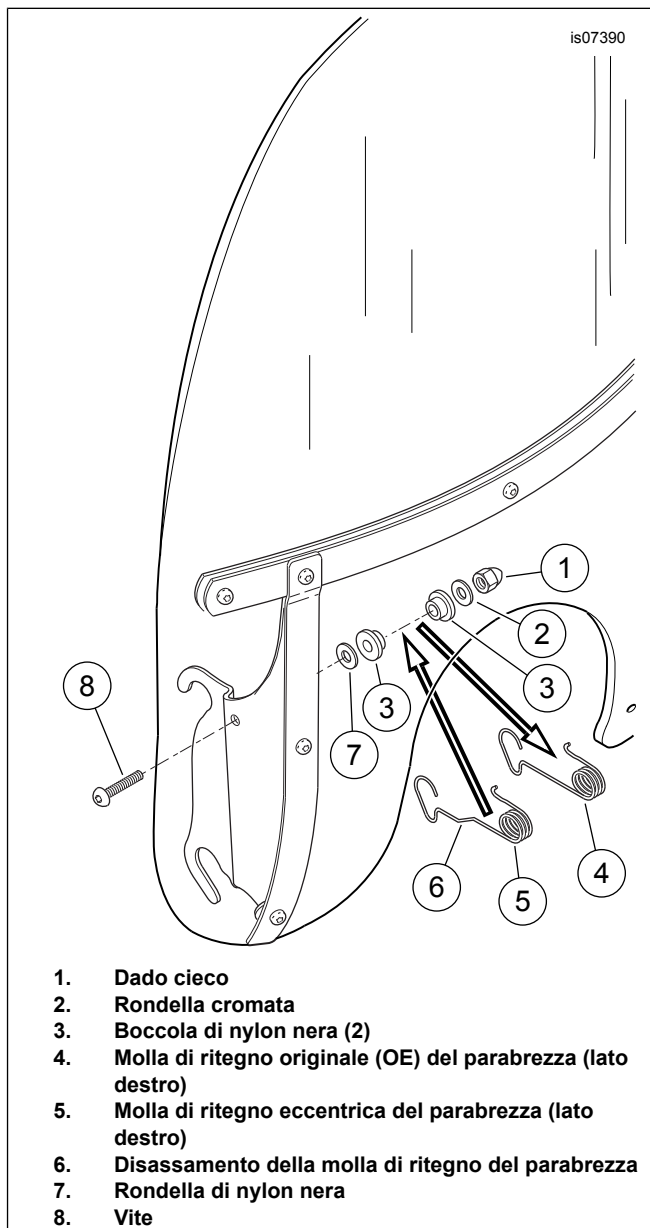

Figura 3. Modifica del parabrezza per la staffa delle luci ausiliarie
- a. Vedere Figura 3. Rimuovere il dado cieco (1), la rondella cromata (2) e la boccola nera "a cilindro" (3) di nylon da una sola staffa di montaggio del cilindro. Rimuovere la molla che fissa il parabrezza (4). La rondella di nylon nera (7) e la seconda boccola "a cilindro" (3) possono rimanere in posizione sulla filettatura della vite (8).
b. Procurarsi dal kit la corretta molla eccentrica **nuova** di ritegno del parabrezza (5). Installare la molla sulla filettatura della vite, tra le due boccole (3).